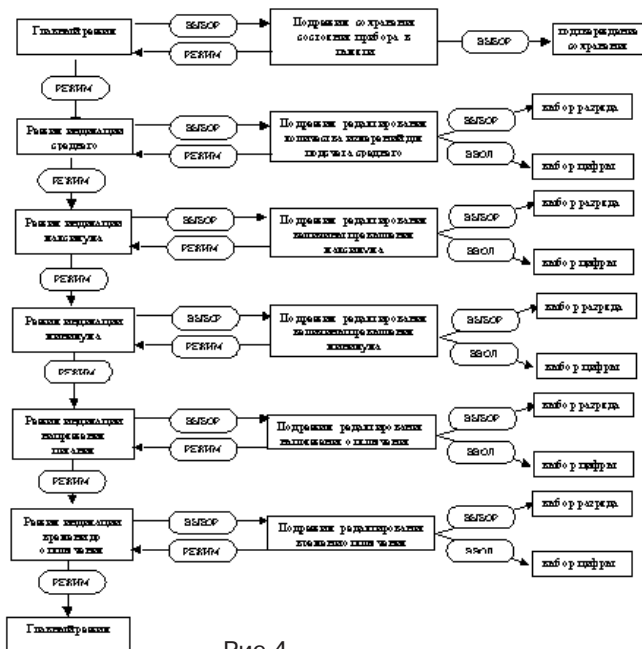

Рис.4
2.2.1 Работа с функциональной клавиатурой ТК-5.09. Алгоритм работы приведен на рис. 4.